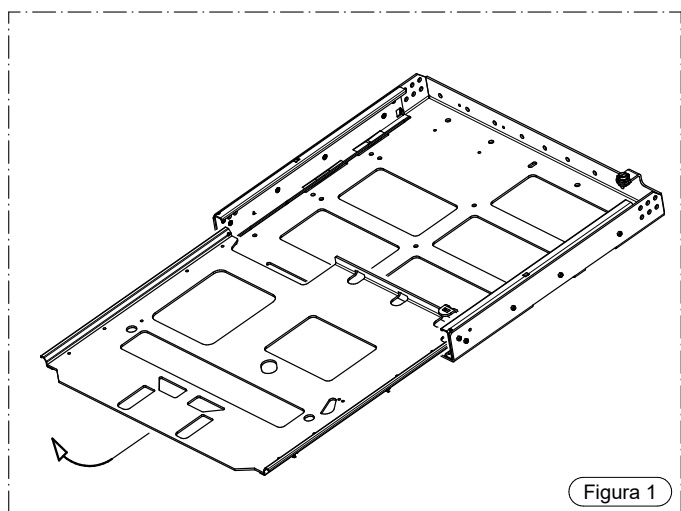

Figura 1
- 1) Togliere la base mobile dalla base fissa agendo come indicato nella Figura 1.